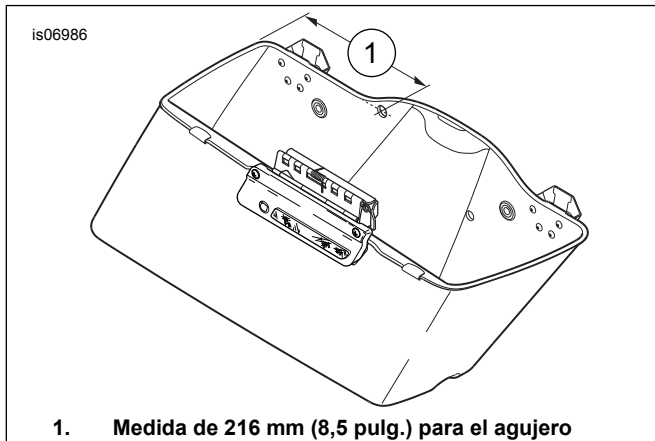

Figura 1. Perforación del agujero en la pared interior de la alforja (se muestra el lado derecho)
- Vea Figura 1. Mida aproximadamente 216 mm (8.5 in) desde la parte trasera de la alforja, en línea con la parte superior de la bolsa, como se muestra. Perfore un agujero de 16 mm (0.62 in) de diámetro en ese lugar.